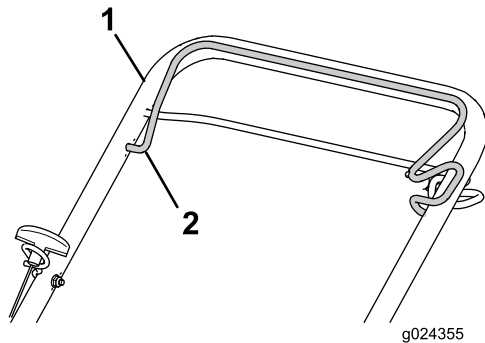

Figura 15
3. Mantenha a barra de controlo da lâmina encostada à pega superior (Figura 15).